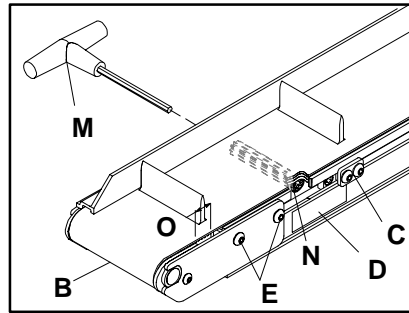
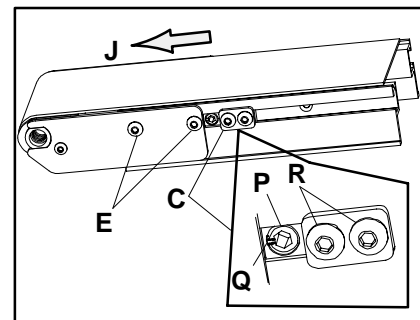

Figure 10
Figure 11
Localisez l'extrémité de tension de la bande (B de la figure 10) du convoyeur, identifiée par une étiquette (D).
Remettez en contact la came d'ajustement de la position de la bande contre la glissière tout en vous assurant que la rainure en T soit correctement orientée (voir figure 11 à la page 6). Passez à l'information sur le "Contrôle préliminaire d'entraînement de la bande", à la page 6, avant le démarrage du convoyeur.
Contrôlez les deux extrémités du convoyeur pour constater si le déroulement de la bande est correcte. La bande doit se dérouler bien centrée entre les poulies aux deux extrémités du convoyeur. Le déroulement de la bande du convoyeur doit toujours être réglé en premier sur l'extrémité de vidage du convoyeur, comme l'indique la direction de la flèche sur l'épissure de la bande (J de la figure 11). Recontrôlez le déroulement de la bande, de l'autre extrémité du convoyeur, et réglez si nécessaire.
Pendant que le convoyeur fonctionne, utilisez la clé six-pans de 5 mm (M de la figure 10) pour faire lentement pivoter la came d'ajustement de la position de la bande (P de la figure 11). Faites pivoter la came doucement par paliers, dans l'une ou l'autre direction, afin d'amener la bande à s'écarter du côté du convoyeur, jusqu'à ce que la bande se déroule bien au centre du convoyeur. Faites toujours en sorte que la bande du convoyeur réalise plusieurs tours complets entre les réglages.